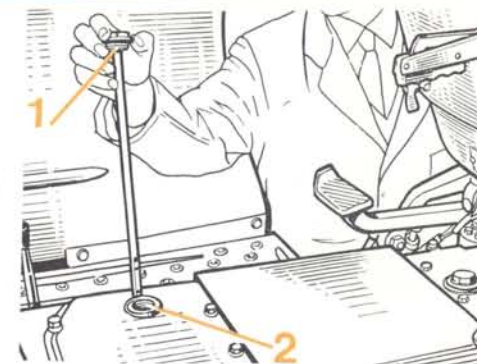

FIG. 69
Vidanger le pont arrière par le bouchon (1) en ouvrant le bouchon (1) fig. 69 pour favoriser l'écoulement.
Remettre le bouchon de vidange en place. Faire le plein du pont arrière par l'orifice (2) fig. 69 à l'aide de 44 litres d'huile FIAT AF 87 ou FLUID S de MOBIL.